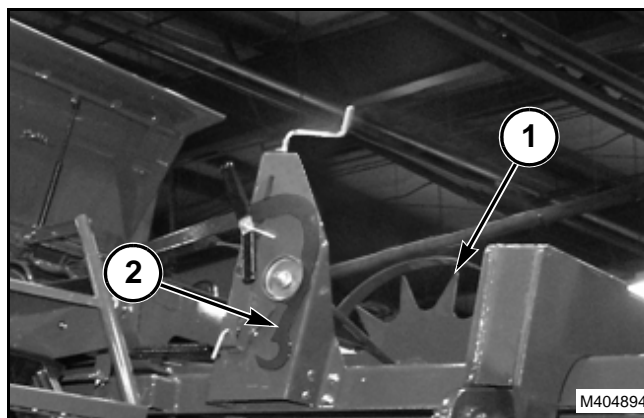

FIG. 7
FIG. 7: La rueda de dosificación (1) en la parte superior del enfardador gira debido al fardo en movimiento. A una longitud de fardo determinada, la rueda de dosificación activa la aguja y el brazo de desplazamiento del anudador (2). Las agujas y el anudador están sincronizados con el émbolo. Durante un ciclo del émbolo, las agujas transportan el cordel al anudador donde se amarra el cordel.